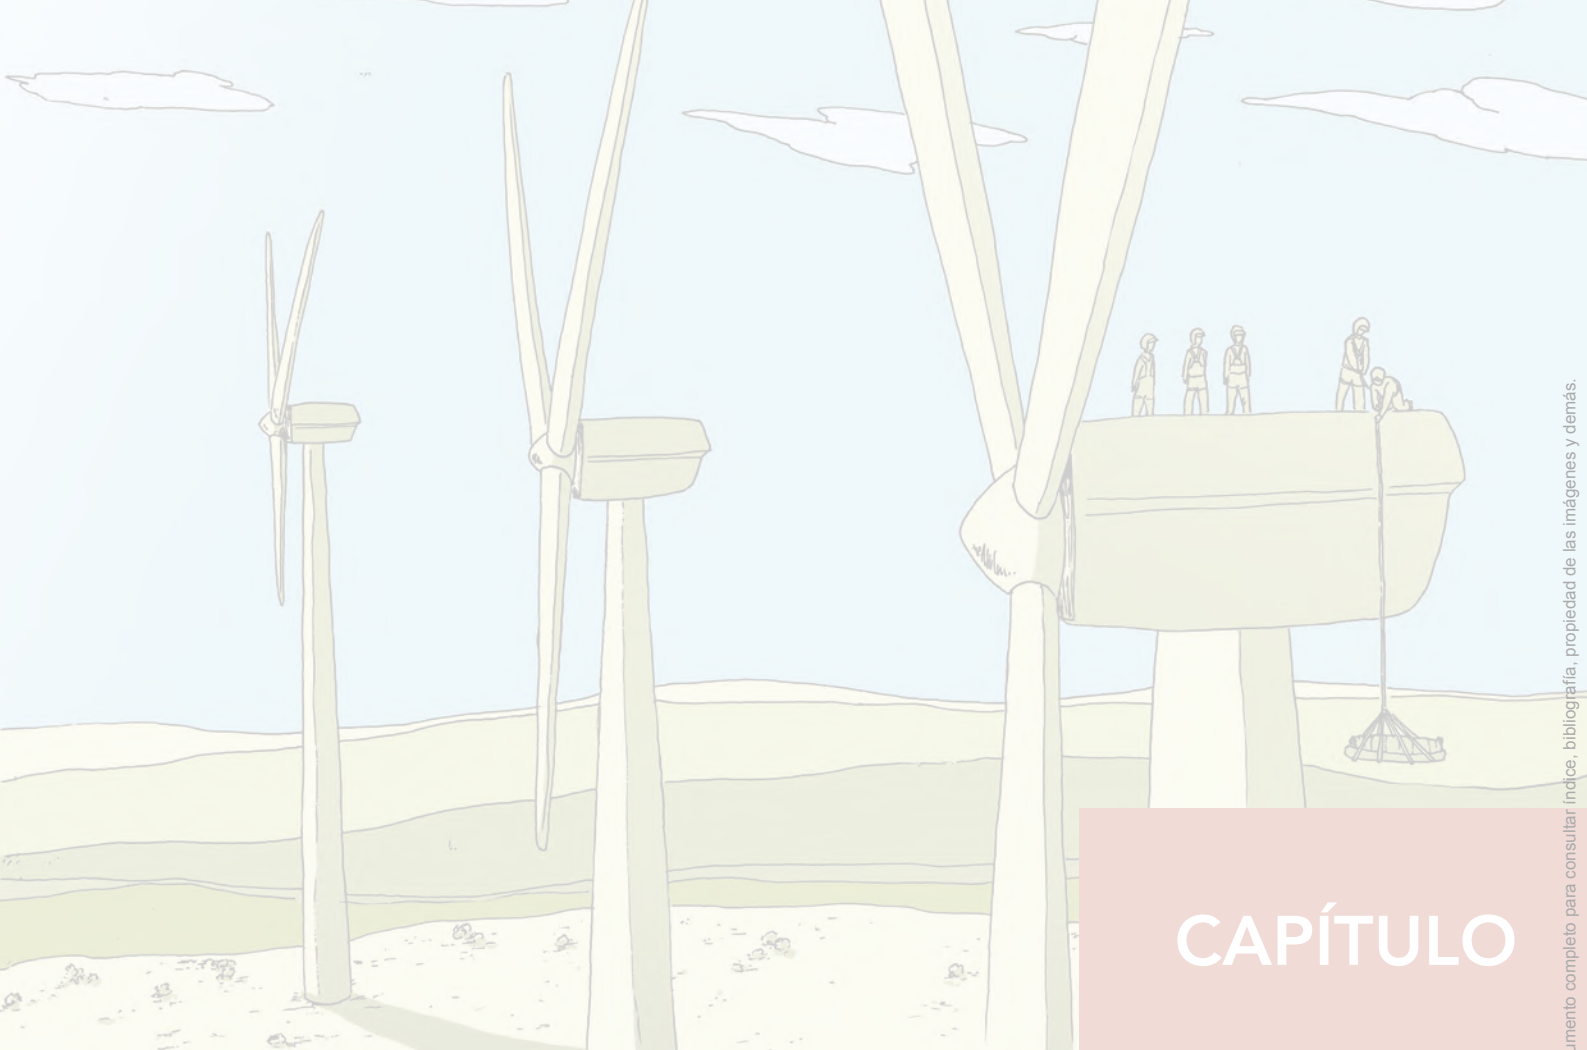

Imagen 91. Subir de 2º a 4º planta asegurados
- Hay un procedimiento para disminuir el factor caída cuando pasemos de la 2ª a la 3ª planta y no exista posibilidad de colocar ningún punto de seguro intermedio hasta llegar a la balaustrada de la tercera planta. Este procedimiento consiste en colocar un punto intermedio en la balaustrada de la segunda planta y montar la instalación de seguridad en el interior de la vivienda (Imagen 91, 4).